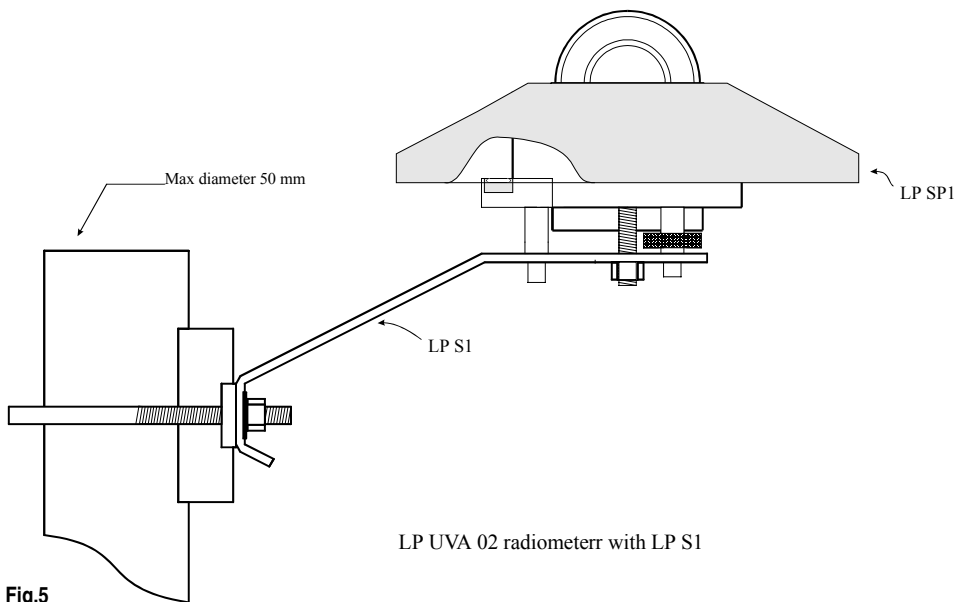

Fig.5
- Die Halterung LP S1 (siehe Abb.5) wird auf Wunsch als Zubehörteil mitgeliefert und ermöglicht eine leichte Montage des Radiometers an einem Mast, dessen maximaler Durchmesser 50mm betragen darf. Der Installateur muß dabei beachten, dass der Mast die Höhe des Radiometers nicht überragen sollte, um Messfehler durch Reflexe und Schatten zu vermeiden. Um das Radiometer auf der Halterung zu montieren, muß der Schutzschirm durch Lösen der drei Schrauben abgenommen werden und nach Beendigung der Montage erneut befestigt werden.